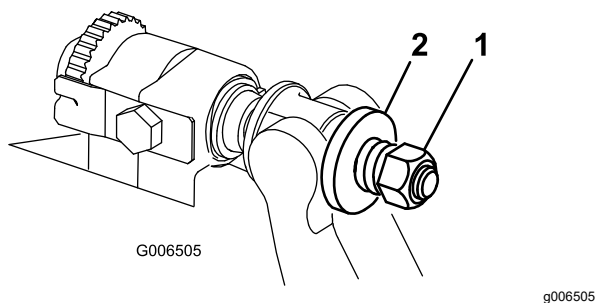

Figura 33
6. Strângei piulia pentru tensionarea arcului până când arc este pliat, apoi deurubai-o jumătate de rotaie (Figura 33).